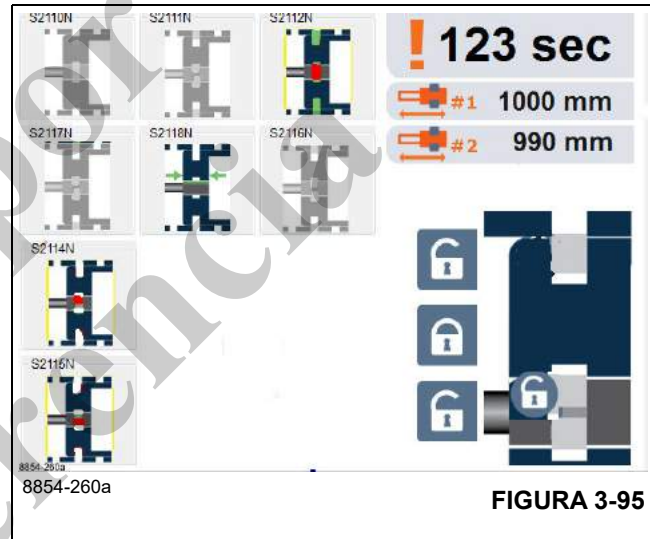

FIGURA 3-95
El cilindro telescópico queda desbloqueado. En la posición desbloqueada, la vista debe aparecer como se indica en la (Figura 3-95). El cilindro telescópico está desbloqueado de cualquier sección de pluma telescópica (se muestra un sím-
En la hilera superior de los interruptores de proximidad (Figura 3-95), S2112N está conectado y los otros en la fila están desconectados. En la hilera intermedia de interruptores de proximidad, S2118N está conectado pero los demás están conectados o desconectados, dependiendo de la ubicación del cilindro telescópico con respecto a las secciones de pluma telescópica.
- Los indicadores de interruptor de proximidad para S2117N, S2118N y S2116N se usan para alinear el cilindro telescópico con el agujero en la sección de pluma. S2118N está conectado cada vez que los pasadores del cilindro telescópico estén en la sección de base o cerca del extremo del miembro soldado de la sección de pluma donde está ubicado el agujero. S2116N se conecta cuando el cilindro telescópico se ha extendido más allá del agujero. S2117N se conecta cuando el cilindro telescópico no se ha extendido lo necesario para llegar hasta el agujero. Por lo tanto, debe accionarse el cilindro telescópico hasta que S2118N quede conectado y S2116N y S2117N queden desconectados. Esto es lo que se muestra en la (Figura 3-95).